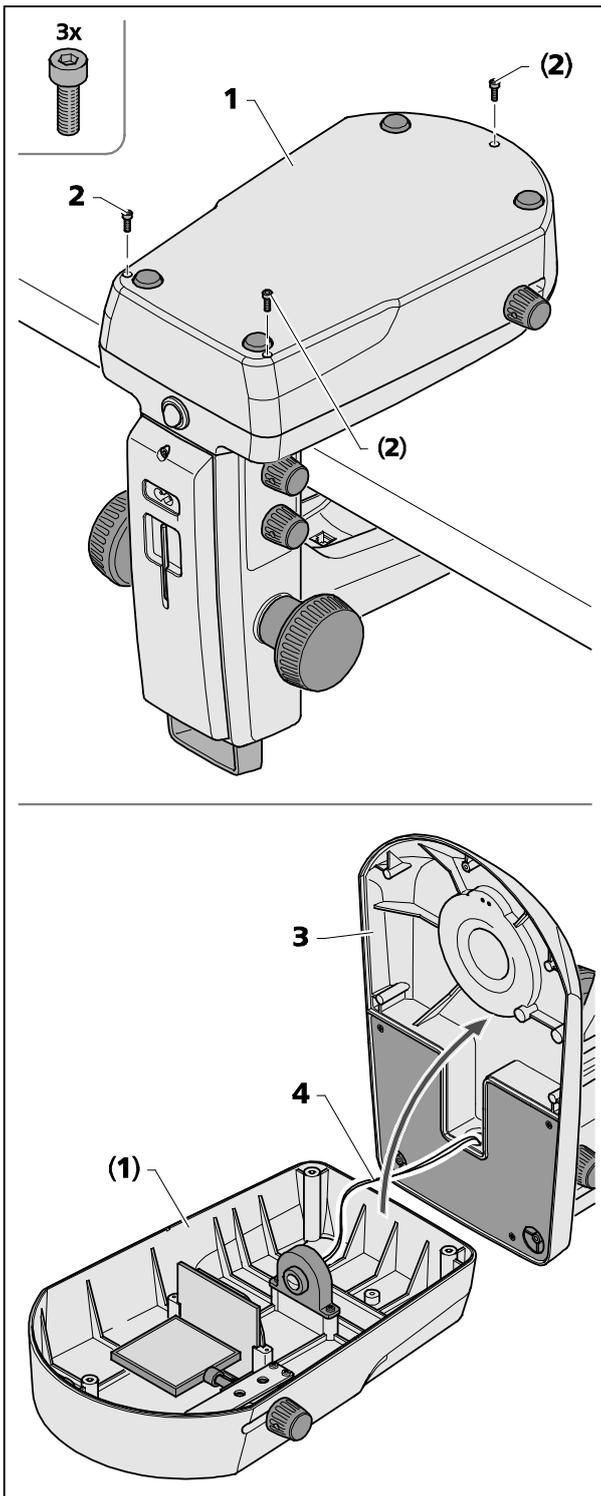

图 23 打开 K LAB 镜臂的盖板
在清洁和移除意外掉落的异物时，可以将透射光垫盘(图 23/1)从镜臂盖板(图 23/3)上取下。
- 用内六角扳手 SW 2.5 将镜臂盖板(图 23/1)上的三个螺丝(图 23/2)取下，并放置一旁。
- 小心地将镜臂盖板(图 23/3)从透射光垫盘(图 23/1)上取下，并将镜臂放置一旁。
要注意不要让电线(图 23/4)和透射光垫盘(图 23/1)分离。